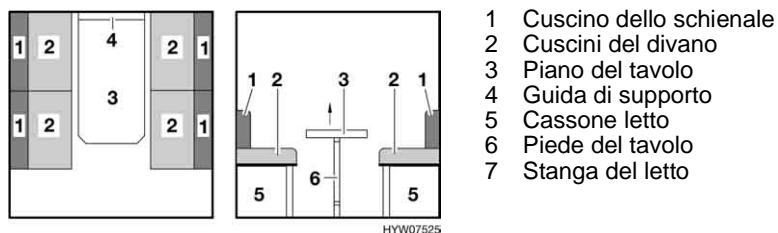

Fig. 55 Prima della trasformazione
- Sollevare leggermente il piano del tavolo in avanti (Fig. 55,3).
- Sbloccare il piede del tavolo (Fig. 55,6) dall'elemento di fissaggio e ribartarlo sul lato inferiore del tavolo.
- Alzare il piano del tavolo di circa 45° e sollevarlo dalla guida di supporto (Fig. 55,4) e riporre il piano del tavolo da parte. Il tavolo non è necessario per la trasformazione dei letti.